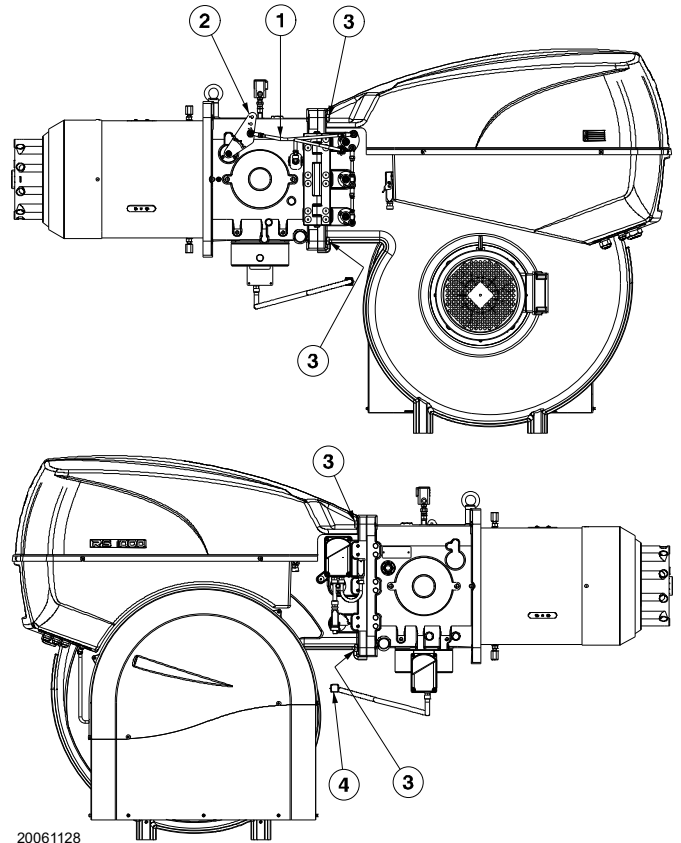

Abb. 32
- Den Zuganker 1)(Abb. 32) des Steuerhebels des Flammkopfs durch Lockern der Mutter 2) entfernen.